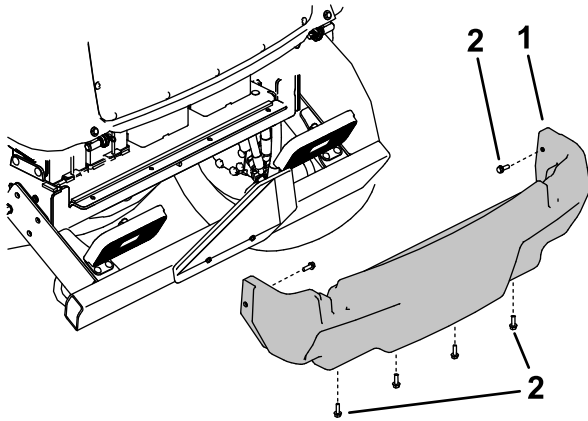

Figura 109
- Retire os 6 parafusos flangeados que prendem o resguardo traseiro à estrutura e retire o resguardo traseiro (Figura 109).
4. Instale o resguardo traseiro (Figura 109).